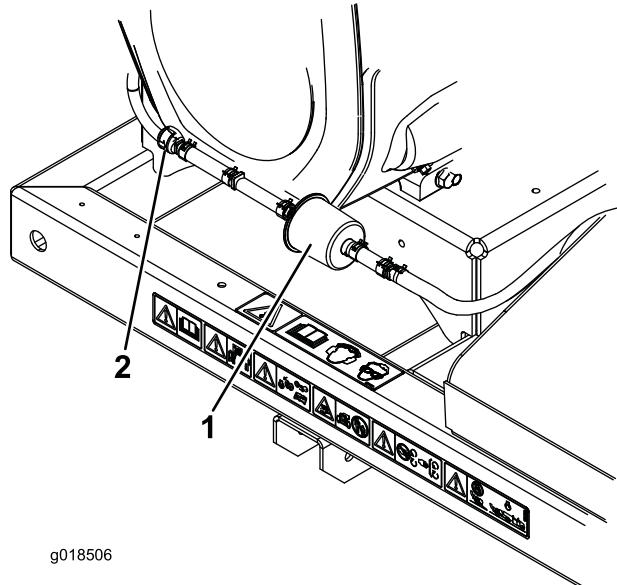

Bild 22
- Schieben Sie die gefederten Schlauchklemmen an beiden Seiten des Aktivkohlefilters der Entleerungsleitung vom Filter weg (Bild 22).
- Entfernen und werfen Sie den Aktivkohlefilter weg (Bild 22).
- Setzen Sie einen neuen Filter in den Schlauch ein; der Pfeil am Filter sollte zum Rückschlagventil zeigen; befestigen Sie ihn mit den Schlauchklemmen (Bild 22).